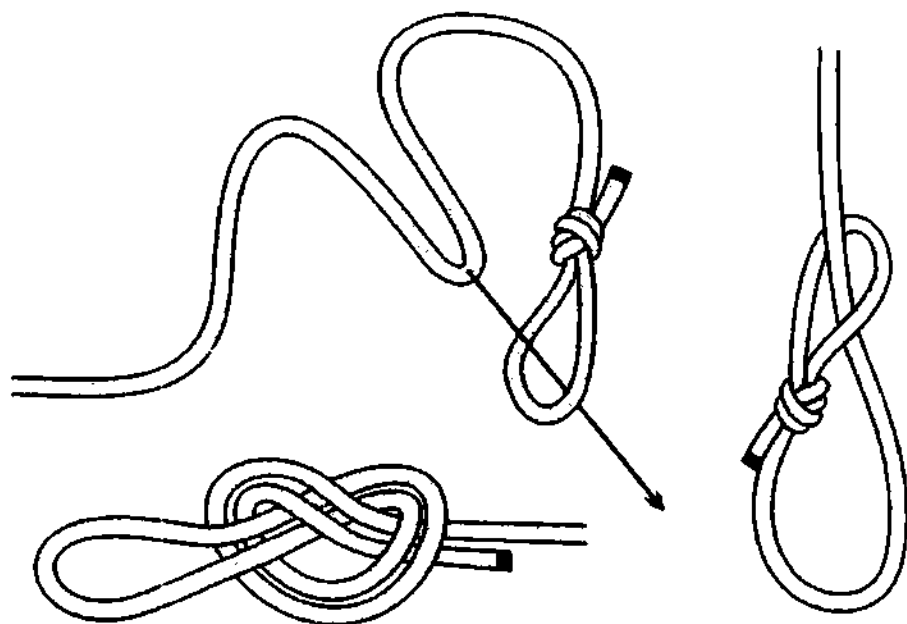

Рис. 351. Скользящая дубовая петля.
*Скользящая дубовая петля* такой же широко распространённый узел, как и *скользящий булинь*. *Скользящая дубовая петля* применяется в тех же случаях, что и *скользящий булинь* (рис. 351). В отличие от *скользящего булия*, *скользящая дубовая петля* может быть завязана даже на середине верёвки.